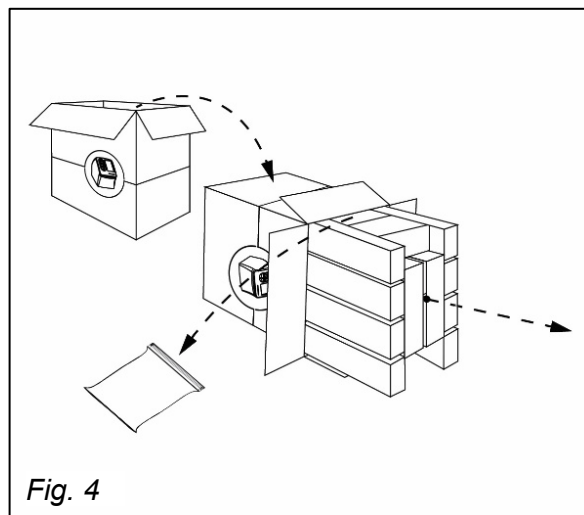

Fig. 4
2.2.2. Retire a fonte de energia e deixe-a separada (fig. 4)
2.2.3. Retire as garrafas miniiWASH, miniiWASTE e a bandeja para garrafas e coloque-as de lado (fig. 4)